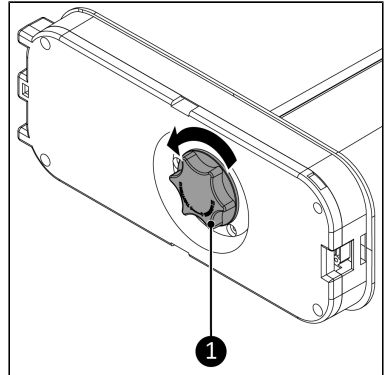

Abbildung 36.
1. Entfernen Sie die Fußsicherungsschraube (Abbildung 36, Pos. 1) vom Gerät.